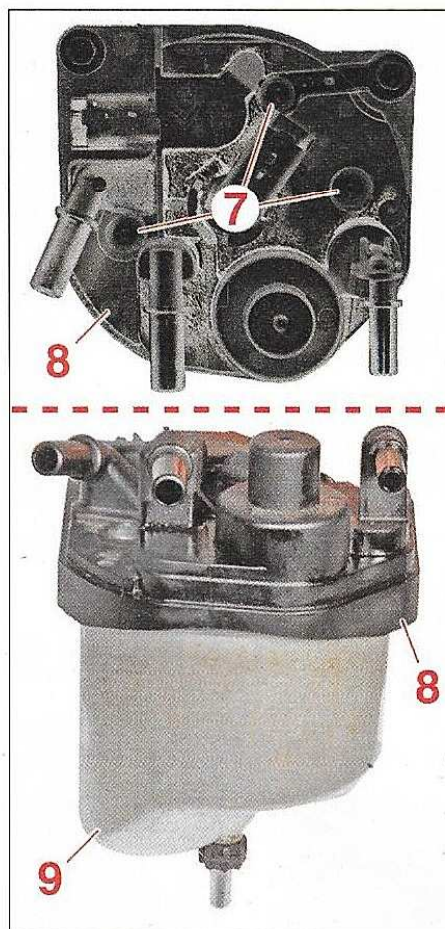

FIG.3
- Déposer les vis (7) (Fig.3).
- Séparer le couvercle (8) de l'élément filtrant (9).